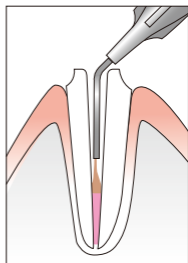

図9
- ① ユニフィルコア コンポジットレジン、気泡を巻き込まないように注意しながら、均一になるように10秒間十分に練和します。
- ② CRシリンジなどを用い、気泡を巻き込まないように注意しながら根管内に填入していきます図9。